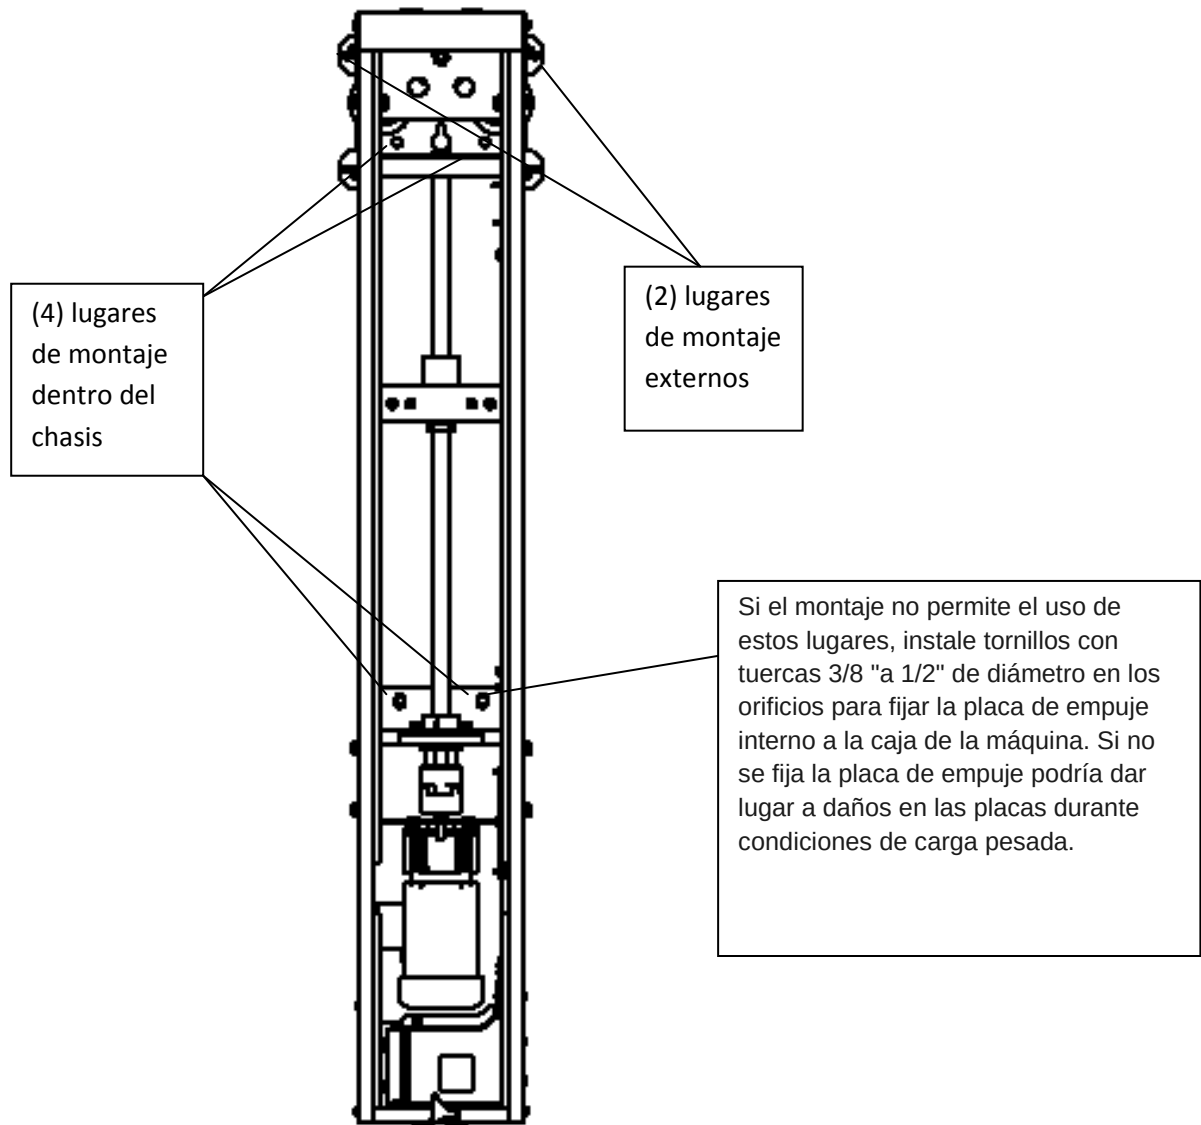

Figura 2
19. **NO OPERE LA MAQUINA** mientras este colgada en este perno. Nivele la máquina y asegure la máquina usando pernos de fijación (suministrados) 3/8 "x 2" en los (6) lugares de montaje. (Figura 2)